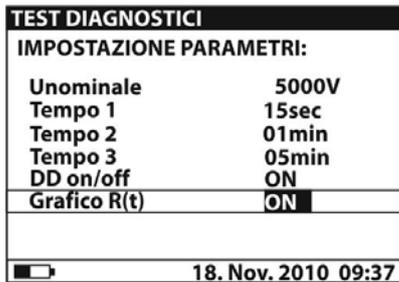

Fig. 27: Réglage des paramètres
3. Appuyer à nouveau sur la touche **SELECT** pour accéder au menu de réglage des paramètres de mesure. L'instrument montre la page-écran de la Fig. 27
6. Pour activer la page-écran graphique, il faut mettre sur ON le paramètre Grafico R(t) (voir Fig. 27). La durée de la fonction graphique est égale à la valeur réglée du paramètre Time3